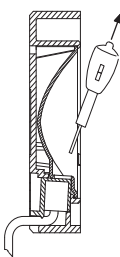

Abb. 4
- Stiftkontakte der Anschlussleitung h rbar in Stiftgeh use einrasten (Abb. 4).